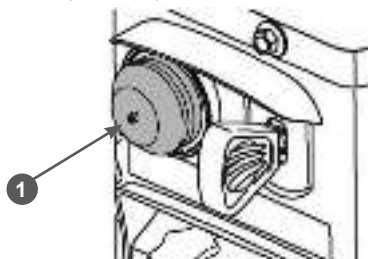

Рис. 34 Расположение ручного топливного насоса
- Для запуска холодного двигателя нажмите 3 раза на ручной топливный насос 1 (Рис. 34).